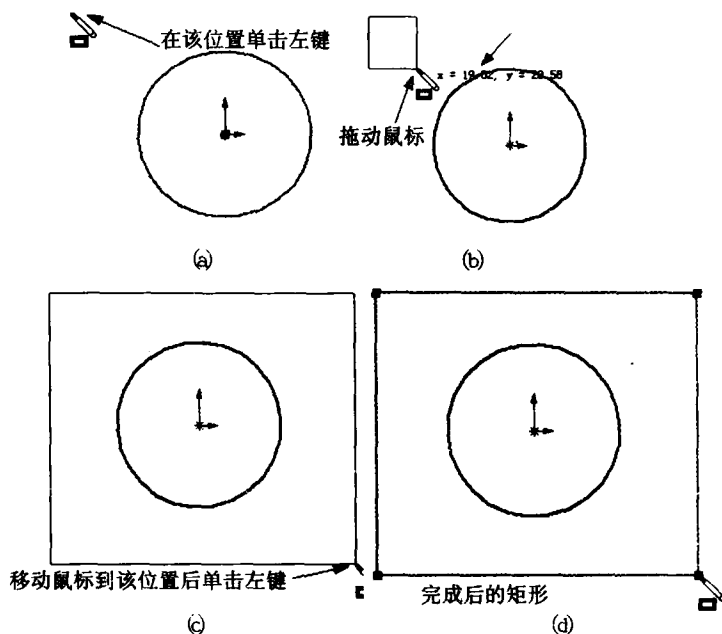

图1.11
(4) 现在需要画一个矩形。单击草图绘制工具栏里的“矩形”,光标变为。在圆的左上角单击左键确定矩形的第一个点,松开鼠标,如图1.11(a)所示。移动鼠标到圆的右下角,再单击鼠标左键(如图1.11(b)、图1.11(c)所示),绘制完成一个矩形(如图1.11(d)所示)。